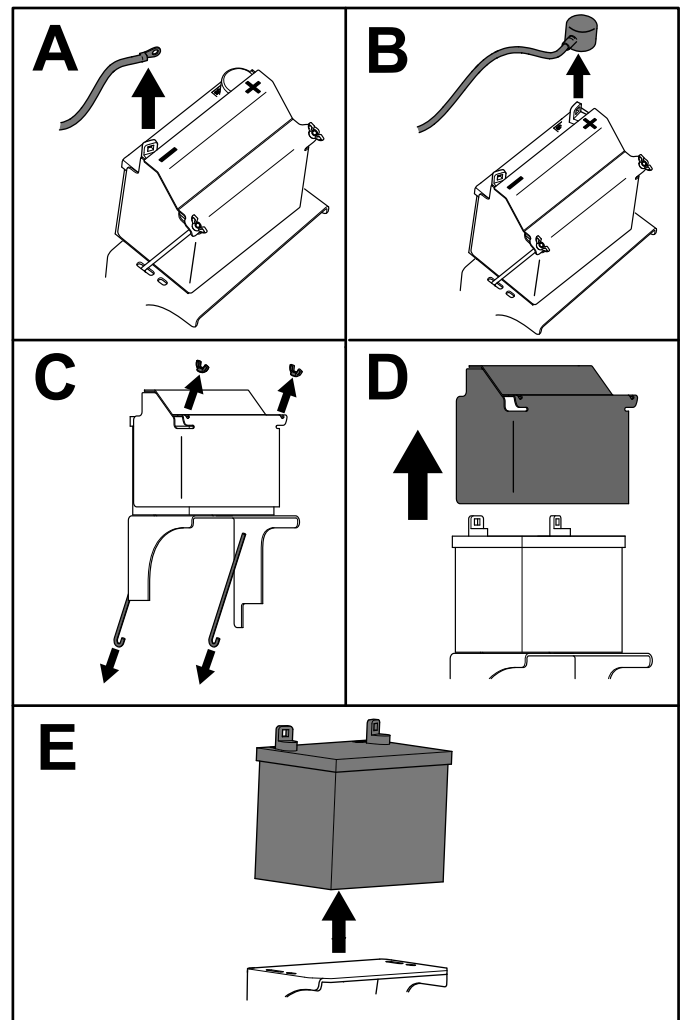

Figura 50
3. Remova a bateria como se mostra na Figura 50.